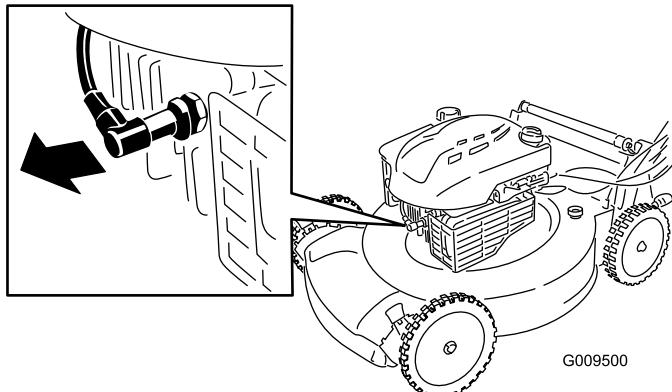

Figura 14
- Desconecte el cable de la bujía (Figura 14) antes de realizar cualquier procedimiento de mantenimiento.